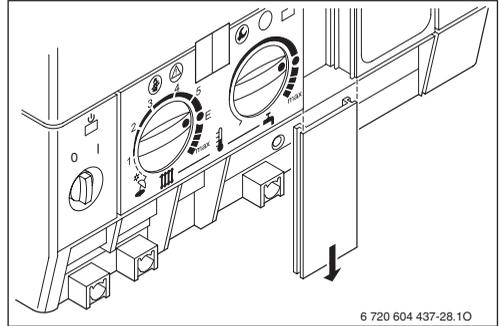

Bild 6
- ▶ BM 1 wie vorne beschrieben einbauen (→ Bild 6, 7, 8).
- ▶ BM 1 wie vorne beschrieben einbauen (→ Bild 6, 7, 8, Seite 8 und 9).